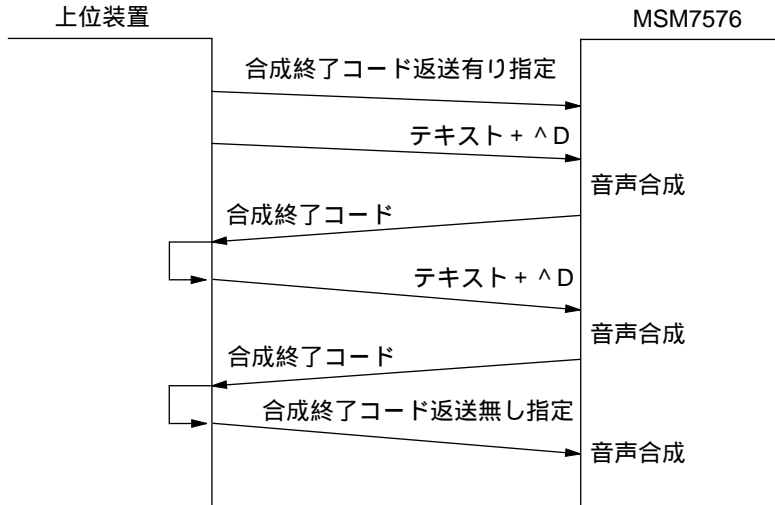

図1： 合成終了コード返送有のときのシーケンス
本LSIを、合成終了コード返送有で使用する場合、上位装置はテキスト1文書づつにレスポンス要求コード ^D (04H) を付加して本LSIへ送信します。上位装置は、本LSIが合成終了コードを送信するまで、次のテキスト注 (1) またはレベル1制御コードを送信してはなりません。図1に合成終了コード返送有のときのシーケンスを、図2に合成終了コードの形式を示します。